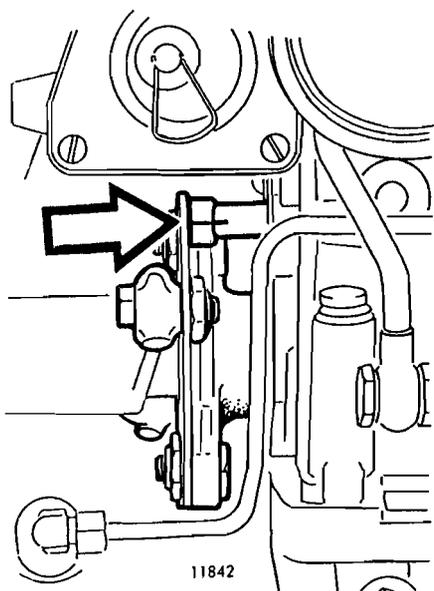

Fig. 218
- 8 Asegurarse de que coinciden las marcas que se ven en la fig. 218 y que no hay alteraciones en el acoplamiento de la bomba\*. Apretar los tornillos con 30 Nm.